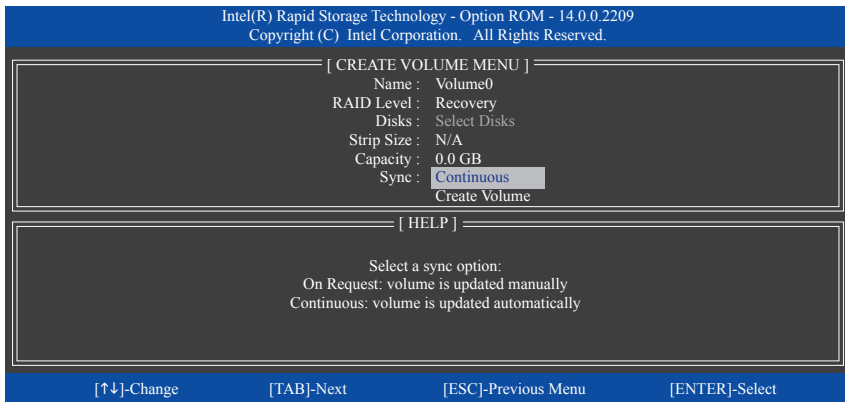

図 18
**Sync** の項目を、**Continuous** または **On Request** を選択します (図 18)。**Continuous** に設定されているとき、両方のハードドライブがシステムに取り付けられていれば、マスタドライブのデータを変更するとその変更はリカバリドライブに自動的かつ連続してコピーされます。**On Request** では、オペレーティングシステムの Intel® Rapid Storage Technology ユーティリティを使用してマスタドライブからリカバリドライブに手動でデータを更新できます。**On Request** では、マスタドライブを以前の状態に復元することもできます。